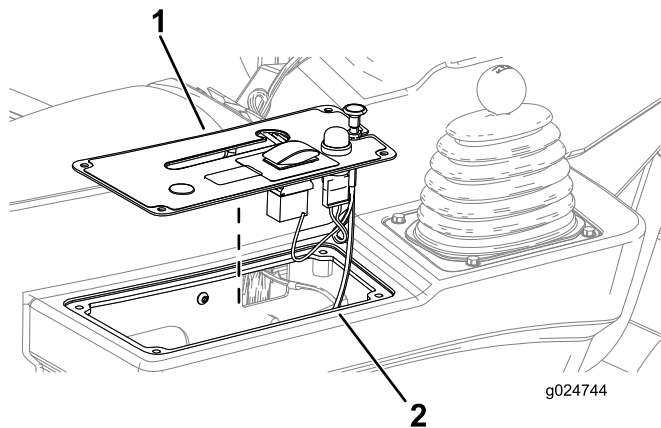

図 53
7. コントロールパネルのカバーをサイドコンソールに合わせる 図 53。